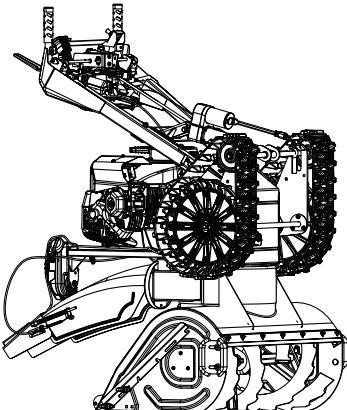

Figura 18
Vedere Figura 18.
1. Portare l'unità nella posizione di manutenzione (vedere Figura 18).